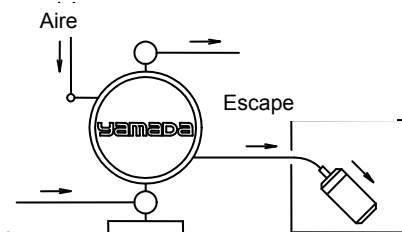

Fig. 3.2
- * Escape deberán dirigirse fuera, no en el fluido en el que la bomba está sumergida. Para obtener información sobre cómo disponer el escape, vea Nota: Disposición del escape exterior y la Fig. 3.2 abajo.